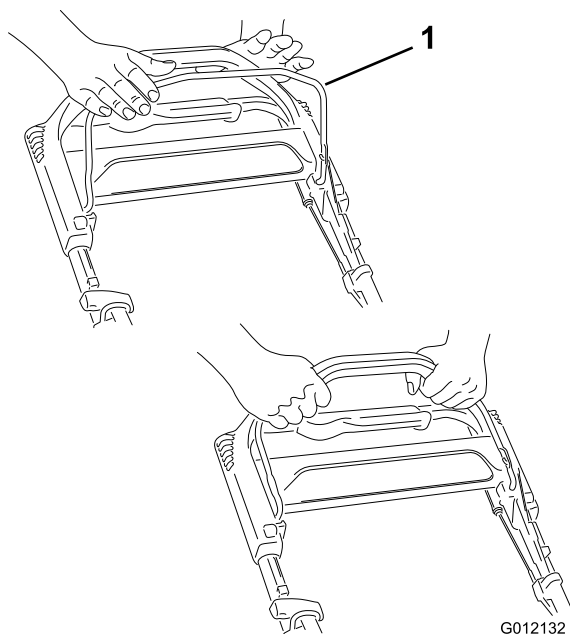

Figura 11
1. Tenete la barra di comando della lama (Figura 11) contro la stegola.